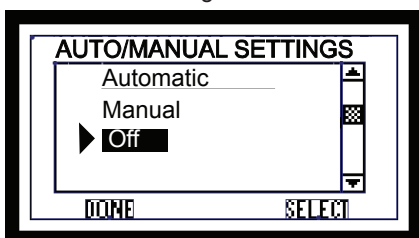

Figure 25.1
1. Mettez le thermostat mural sur OFF (arrêt) (écran AUTOMATIC / MANUAL SETTING). Figure 25.1.
- Une fois l'entretien terminé, redémarrez le foyer au moyen de AUTO/MANUAL SETTINGS. Figure 25.1.